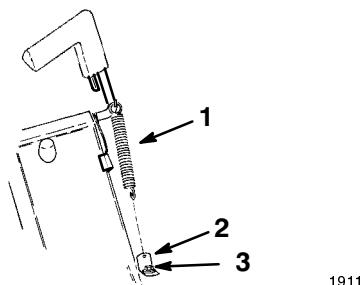

Figure 36
5. Fixez la patte du ressort et l'éjecteur sur la tondeuse à l'aide du boulon avant gauche (Fig. 36).
6. Accrochez l'extrémité du ressort dans le petit trou de la patte (Fig. 36).